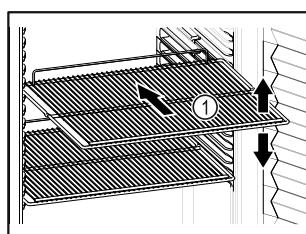

Fig. 59 Приближене відображення
- Якщо решітки для зберігання Fig. 59 (1) знімні, відрегулювати по висоті.